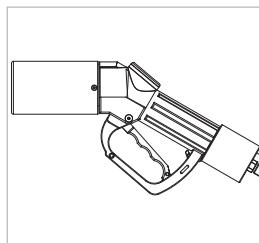

Figure 10
► Décrochez le nozzle de ravitaillement du distributeur. Le levier de commande (pos. 7) doit être en position OFF (Figure 10).